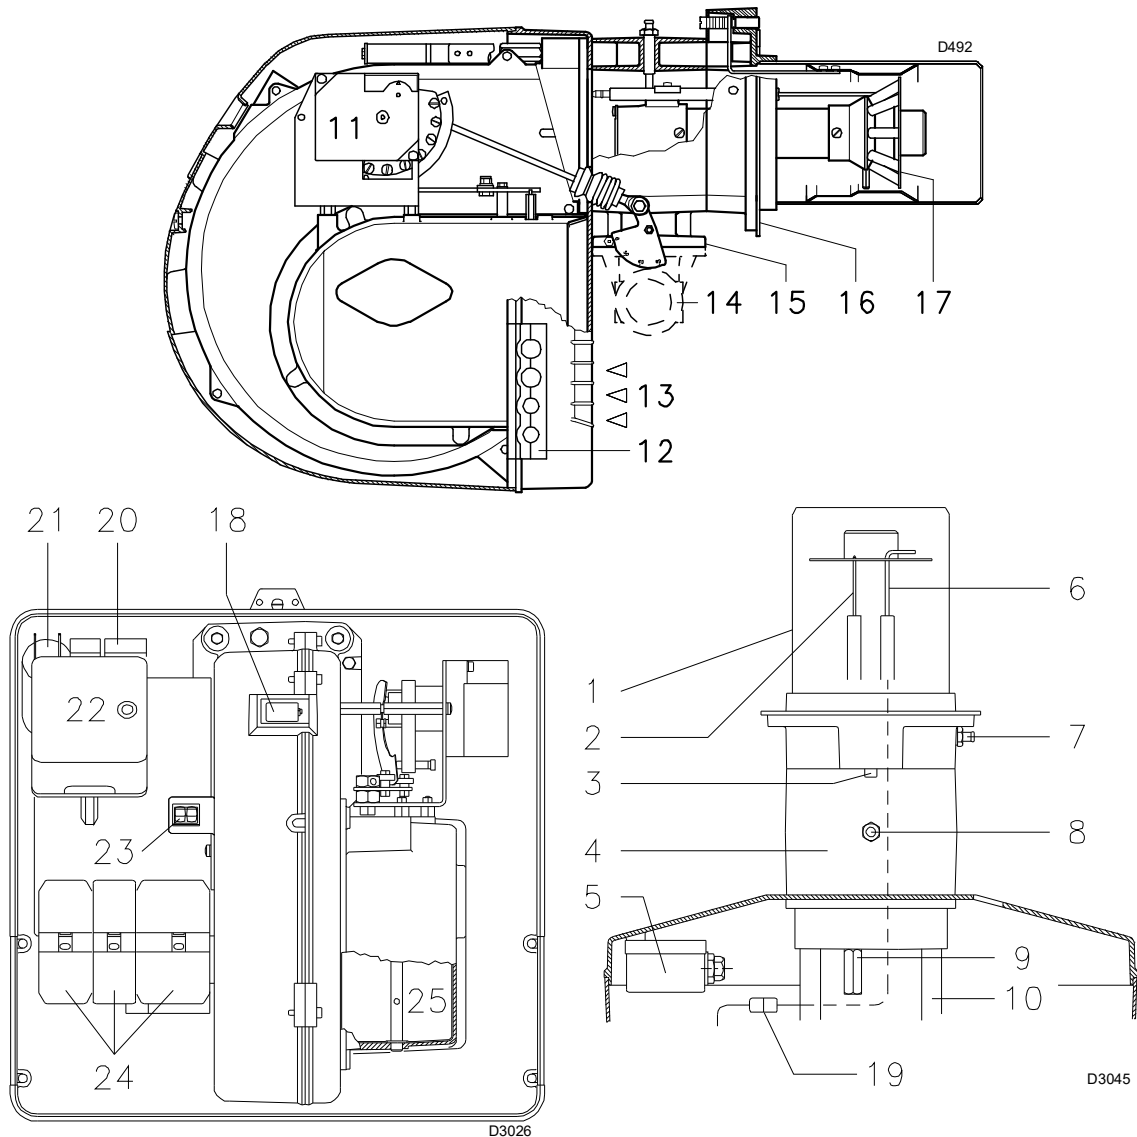

Fig. 4
l'allumage du bouton (**LED rouge**) de la boîte de contrôle (22)(Fig. 4) signale que le brûleur est bloqué.
Pour déblocer, appuyer sur le bouton du relais thermique (20)(Fig. 4).